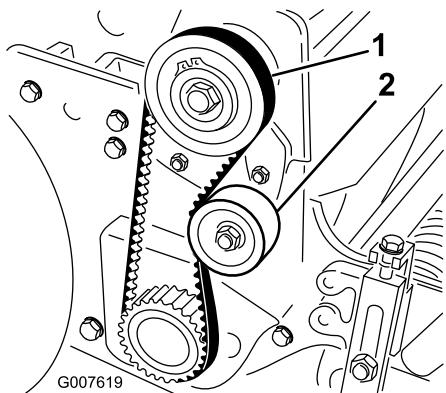

図 39
2. プーリ間の中央部（図 39）でベルトを 18~22 N 程度の力で押して点検する。ベルトのたわみが 6 mm 程度あれば適正とする。
- A. アイドラブーリ固定ナットをゆるめ、プーリを右に回してベルトの背に押しつけて、適当な張りを出す（図 39）。